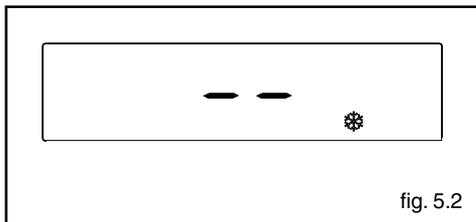

fig. 5.2
- Antigelo (fig. 5.2): quando la temperatura dell'acqua di caldaia scende al di sotto dei valori di sicurezza si attivano il circolatore e il bruciatore alla minima potenza per riportare la temperatura dell'acqua a valori di sicurezza (35 °C).